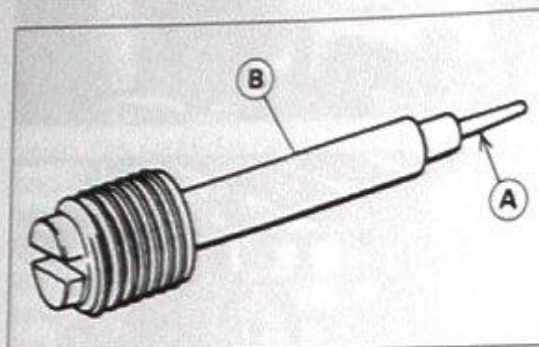

Bild 87
- ☑ Schwimmerventil-Kegel darf keine Rie-fen oder Kerben haben (Bild 87). Stange muss sich federnd eindrücken lassen.